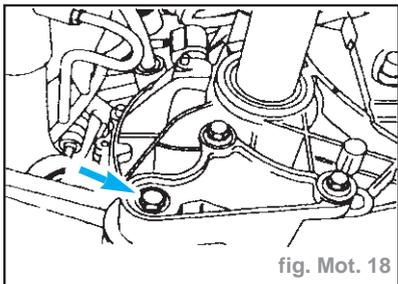

fig. Mot. 18
- Déposer le boulon du stabilisateur de moteur. (fig. Mot. 18) :
- Serrer le boulon du stabilisateur de moteur à **4,8 daN.m** (fig. Mot. 18).